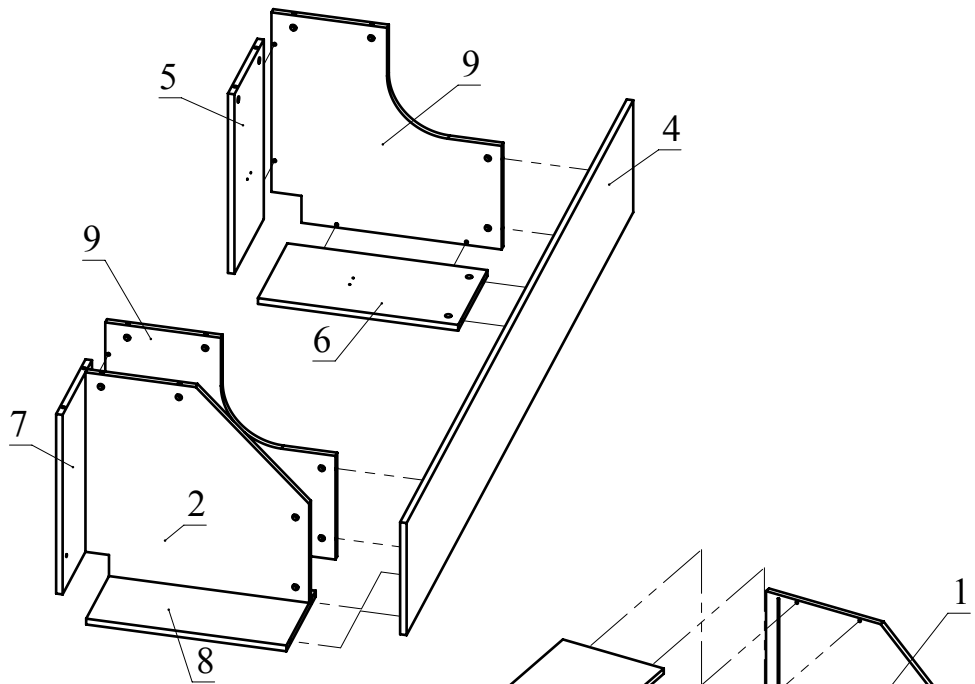

Рис.3
3. Вбейте подпятники в детали 3 и 4. Соедините деталь 2 с деталью 4 и затяните головки минификс. Соедините детали 5, 6, 7 и 8 с деталями 9 с помощью конфирмат.Полученные конструкции соедините с деталью 4 и затяните головки минификс. (Рис.3).